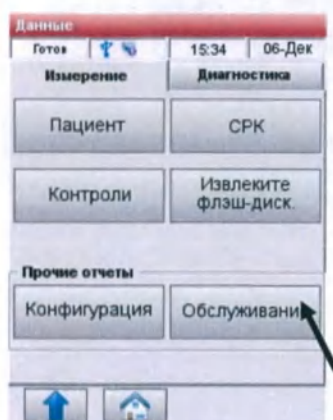

Рис.6-27 Измерение
2. На экране **<Данные>** на вкладке **<Измерения>** выберите **<Конфигурация>** (Рис.6-27).